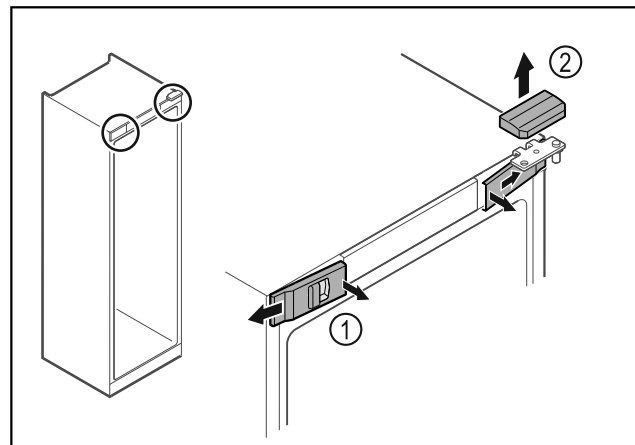

Fig. 15
- ▶ Klik de forreste indvendige afdækninger Fig. 15 (1) ud, og tag dem af i siden.
- ▶ Tag den øverste afdækning Fig. 15 (2) af opefter.